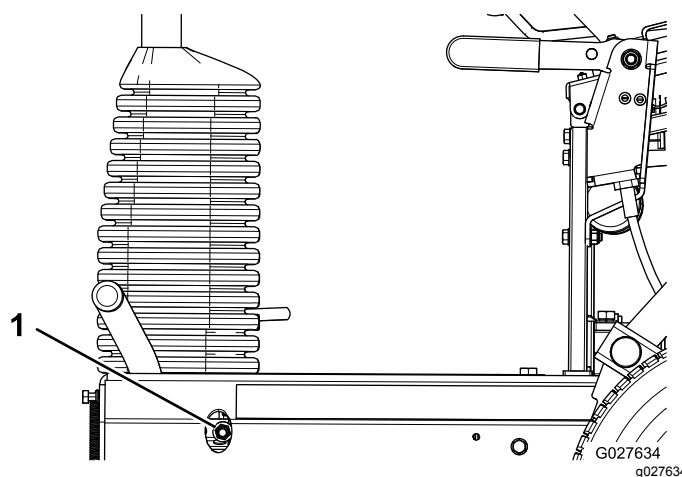

Figura 37
- Para aumentar a força do travão, aperte a porca do travão (Figura 37).
- Para diminuir a força do travão, desaperte a porca do travão (Figura 37).